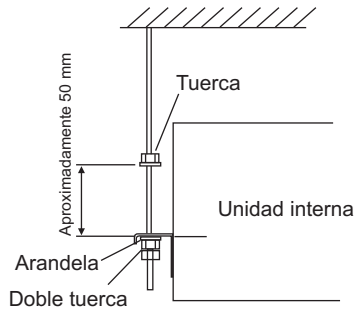

Imagen 3.5 Pernos de suspensión y tuercas
(1) Cómo fijar los pernos de suspensión y las tuercas. Como se muestra en la Imagen 3.5, las tuercas se fijan con cuatro pernos.